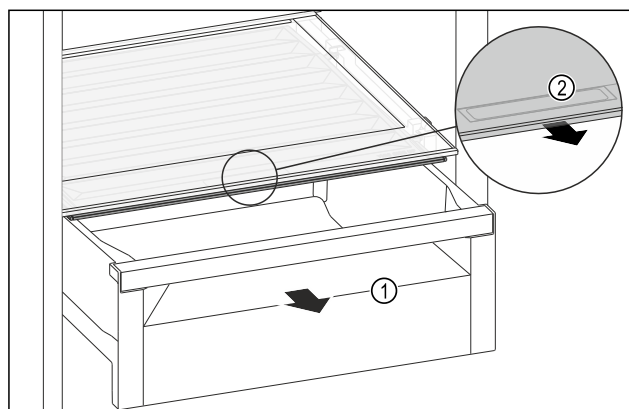

Fig. 166
- Schubfach Fig. 166 (1) herausziehen.
- Griffmulde Fig. 166 (2) am Fachdeckel anfassen und Fachdeckel gleichzeitig nach vorne ziehen.